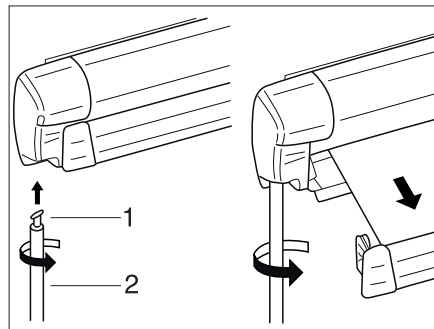

Bild 42 Markise
- Haken (Bild 42,1) der Kurbelstange (Bild 42,2) in die Getriebeöse eingehängen und um 90° drehen.